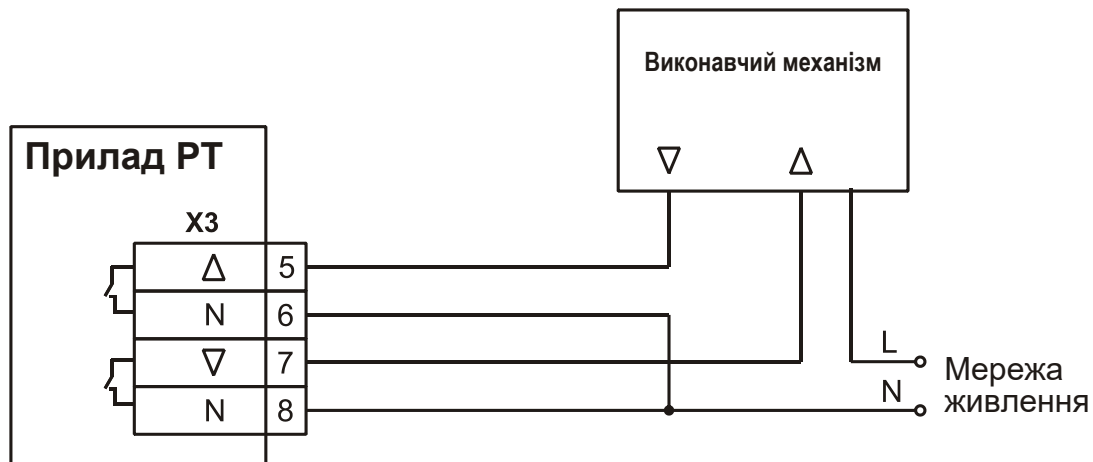

Рисунок 9.5 – Підключення заслонки свіжого повітря до приладу
9.5 Підключення заслонки свіжого повітря до релейних виходів приладу (рис. 9.5).